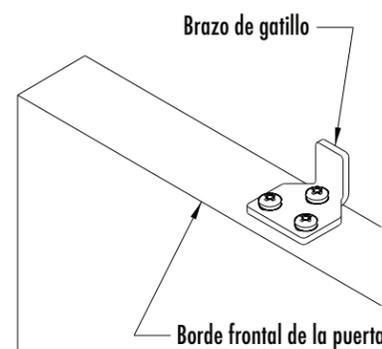

Figura 3
Paso 5) Con ambos juegos del mecanismo de cierre suave en la posición de cierre, ambos brazos de gatillo pueden instalarse ahora usando los tornillos Phillips número 8 incluidos (Ver Figura 3). Cerciórate de instalar los tres tornillos en cada brazo de gatillo. Con ambos brazos de gatillo en su lugar, desliza la puerta para cerrarla hasta conectar el primer mecanismo de cierre suave y enseguida deslízala para abrirla hasta conectar el segundo mecanismo de cierre suave (Ver Figura 4). Cierra y abre la puerta para verificar que funciona correctamente. Nota: Puede que sea necesario reubicar los topes izquierdo y derecho del riel. Si se requiere ajustar, será necesario quitar los dos espaciadores de pared exteriores del riel para permitir la reubicación de los topes izquierdo y derecho. Una vez reubicados, vuelve a introducir en la pared los dos espaciadores exteriores correspondientes.